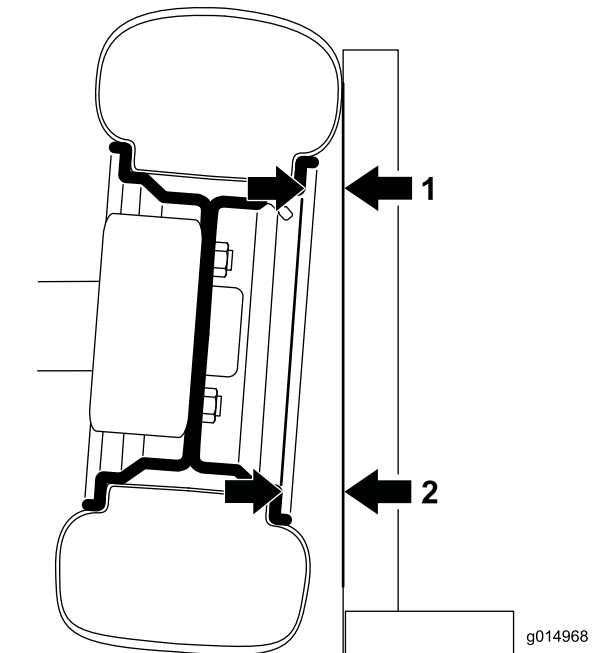

図 30
1. キャンバを測定するには、直角定規の直角の角をタイヤの正面に接触させる (図 30)。
2. タイヤから直角定規までの距離を、タイヤの上下でリムの同じ部分から測定する (図 30)。